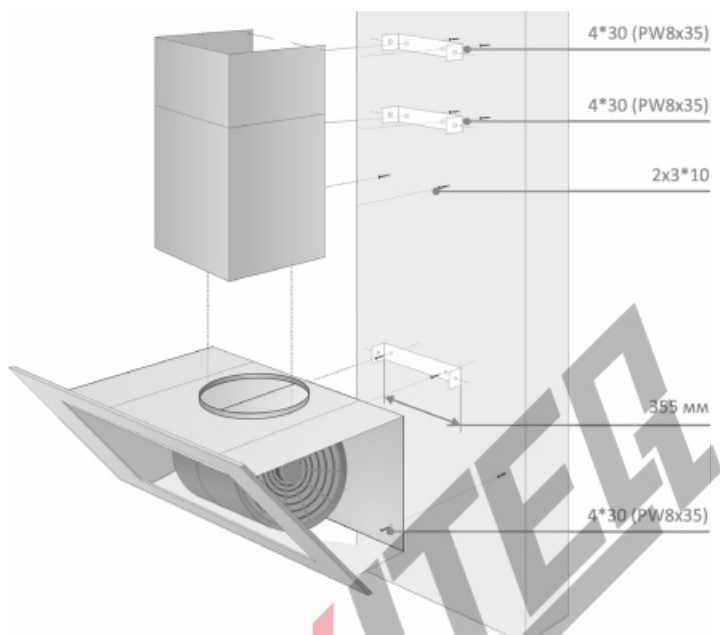

Рис. 8 Схема монтажа вытяжки
При навешивании наклонной вытяжки, перед установкой необходимо дополнительно 4 отверстия диаметром 8 мм, чтобы закрепить кронштейн болтами и дюбелями, идущими в комплекте. (Рис. 8)
2. Просверлите отверстия по отметкам (8*40 мм). Вставьте дюбеля. Повесьте изделия и зафиксируйте саморезами (4*30 мм). (Рис. 8)